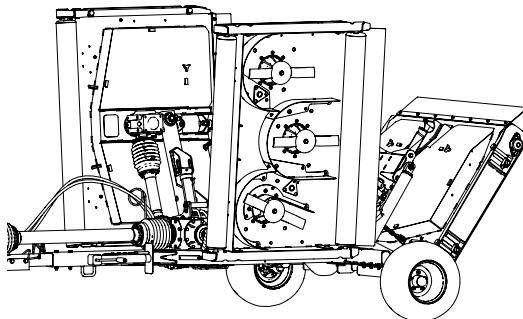

Figura 69
2. Sollevate e fissate i piatti di taglio, spegnete il motore e togliete la chiave (Figura 69).